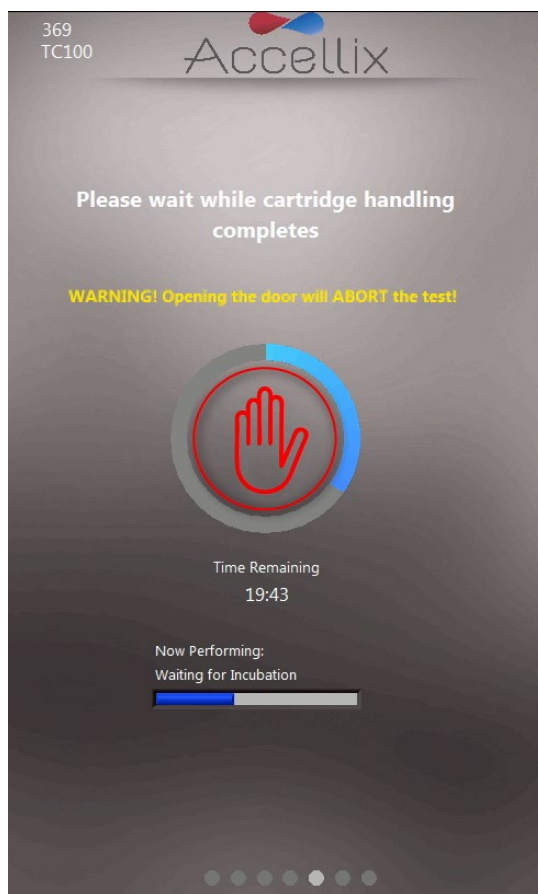
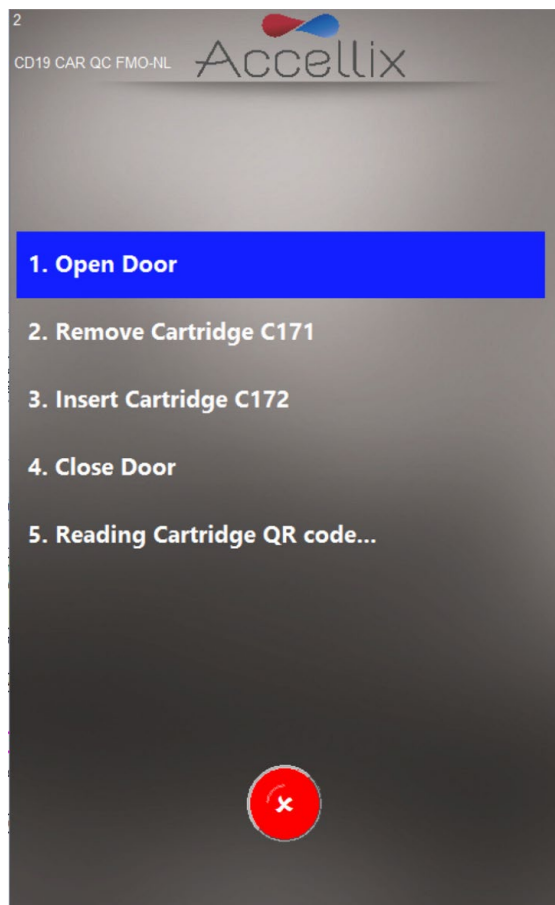

图 31：“进度指示和剩余时间”屏幕
图37：多芯片移除芯片屏幕
12. **Progress** (进度) 屏幕 (图 31) 显示进度指示和 **Time Remaining** (剩余时间) 倒数计时器。操作人员可监测测试进度和剩余的大致时间。
注：如果操作员希望停止正在进行的测定，则应该轻触 **Stop** (停止)，即进度指示中间的红色手 (参见图 31)。请参阅以下“终止测定运行”章节。
- a. **Multi-cartridge Remove Cartridge screen**（多芯片移除芯片）屏幕指示操作员移除第一个芯片并按顺序将下一个芯片插入（图 37）。
可使用 **Stop**（停止）或 **Abort**（中止）图标终止测定运行（图 31 和图 37）。